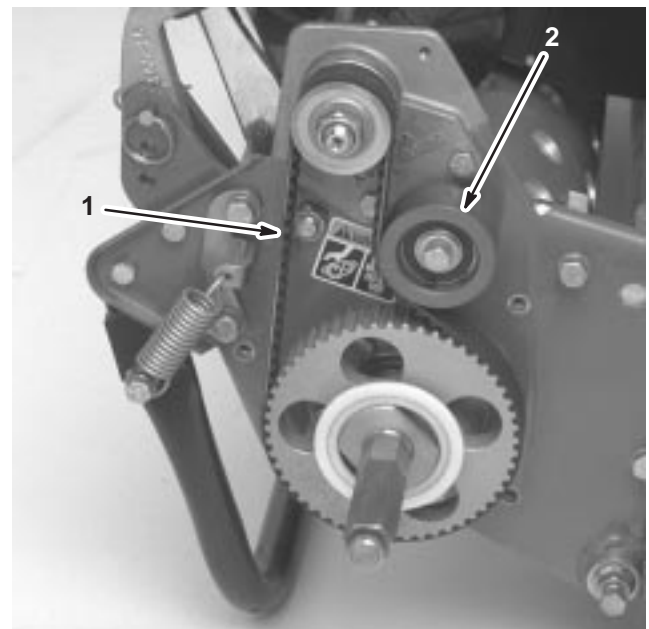

**Figure 36**
1. Retirez les vis de fixation du couvercle de la courroie et déposez le couvercle pour exposer la courroie (Fig. 36).